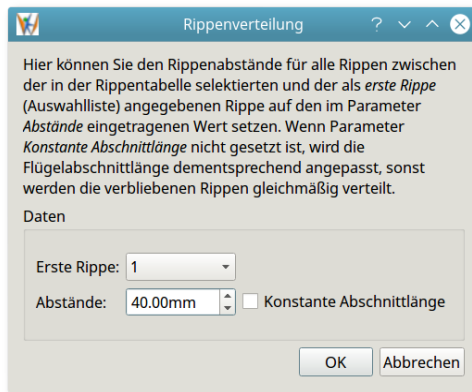

Abbildung 6: Bestimmung der Rippenverteilung innerhalb eines Abschnitts
4. Neu in Version 1.4: automatische Neuverteilung der Rippen auf Grund der im entsprechenden weiteren Fenster eingetragener Parameter (Abbildung 6)